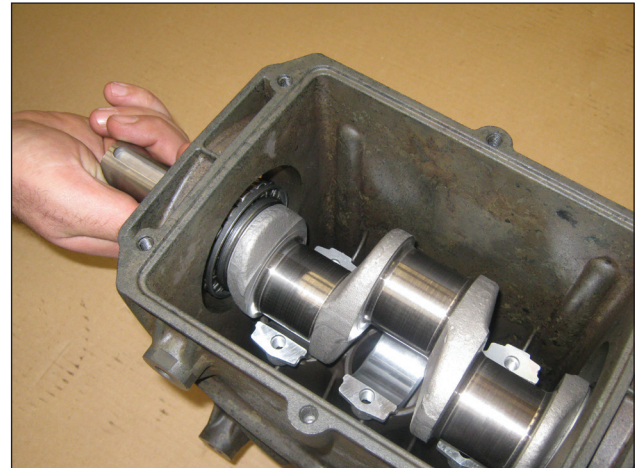

Fig. 4
- Pousser vers l'avant les guides de piston avec les bielles correspondantes pour faciliter l'extraction latérale de l'arbre de la pompe comme le montre la Fig. 4.